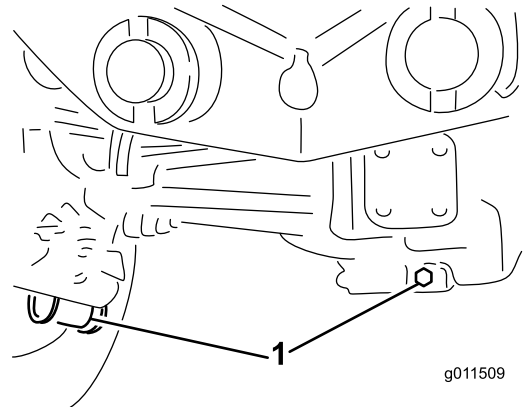

Bild 90
2. Reinigen Sie den Bereich um die drei Ablassschrauben, d. h. jeweils eine an beiden Enden und eine in der Mitte (Bild 90).